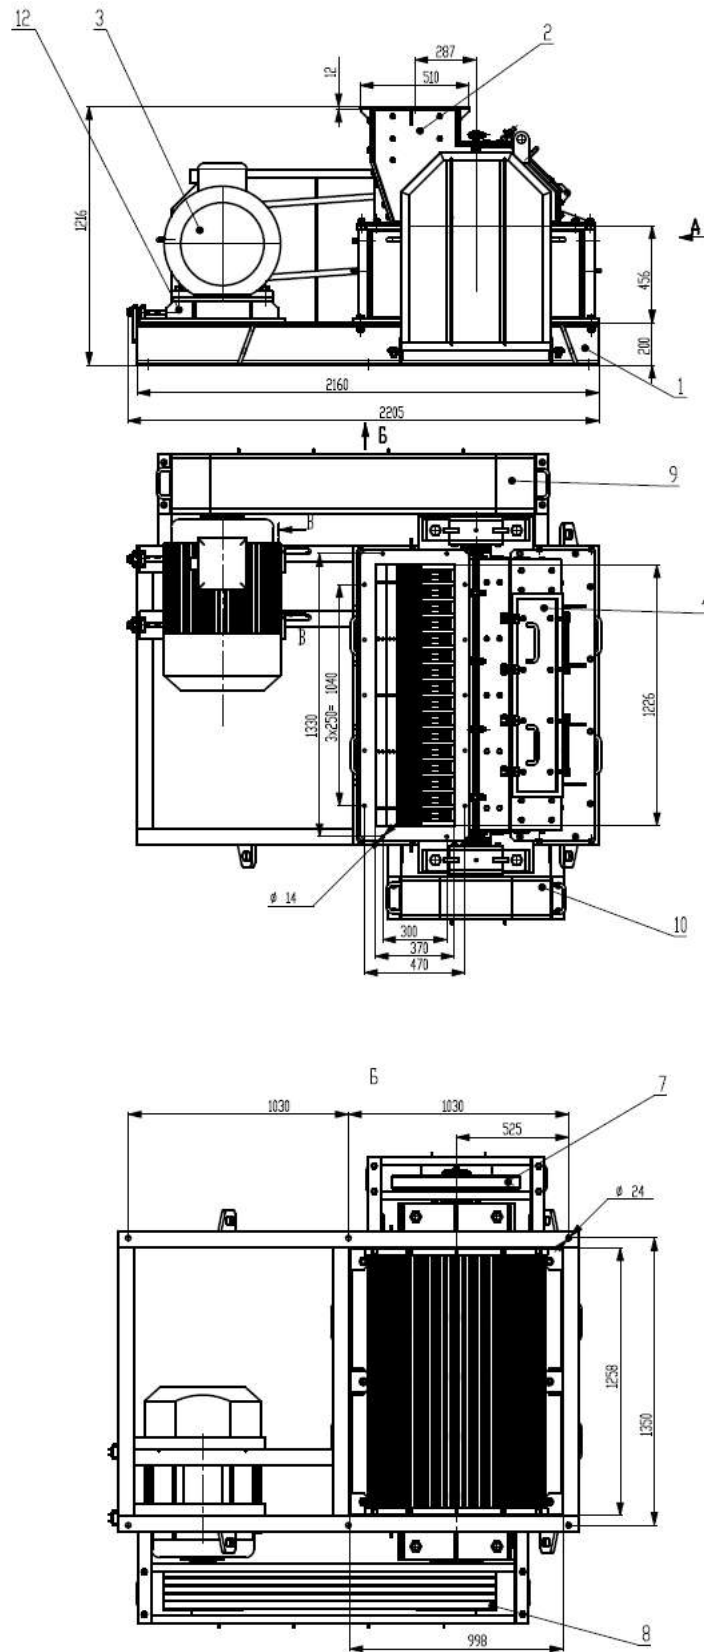

Рис.1
Устройство дробилки представлено на рис.1,2.
- включать дробилку при снятых кожухах 9,10 (см. рис.1) и открытом корпусе.